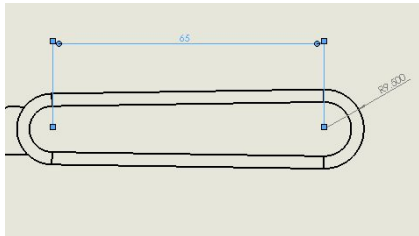

图 10-61 标注长度
(2) 继续使用【智能尺寸】工具, 进行长度的标注, 如图 10-61 所示。